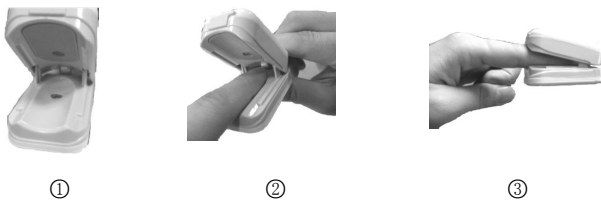

图 4 测试
1) 张开手指血氧仪夹子，如图 4.①。
2) 把手指（建议中指或食指）放入硅胶垫上（确认手指的位置正确，发光窗口对准指肚，接受窗口对准指夹弧影，如图 4.②），然后夹着手指如图 4.③。
- 手指必须放入适当的位置（请见图 4），否则，会导致不正确的测量。